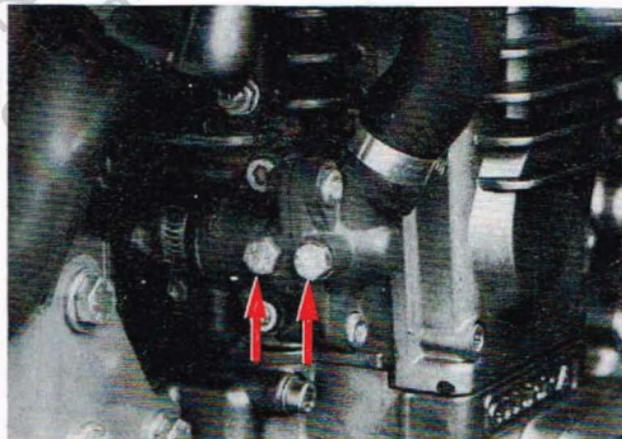

Fig. 16
- togliere il tappo sul radiatore destro e le viti di scarico (Fig. 16) poste sul termostato e far defluire completamente il refrigerante;